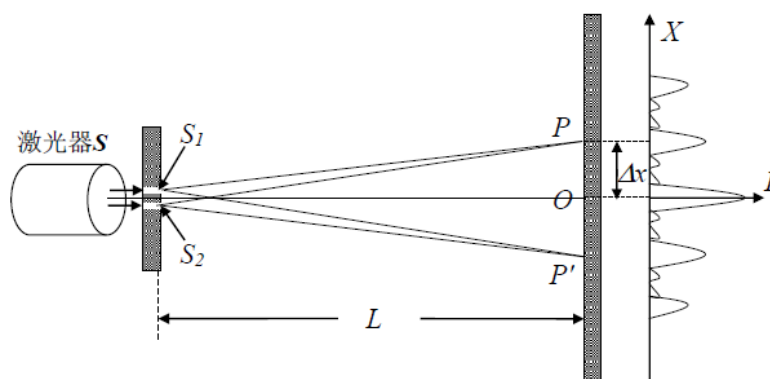

图 11-3 夫琅和费光栅衍射原理图
杨氏双缝干涉光路原理如图 11-3 所示，其中 S 为光源，S1 和 S2 为双缝，P 为观察屏。如果 S 在 S1 和 S2 的中线上，则可以证明双缝干涉的光程差为
1. 按照图 11-3 光路图生成双缝干涉图样；